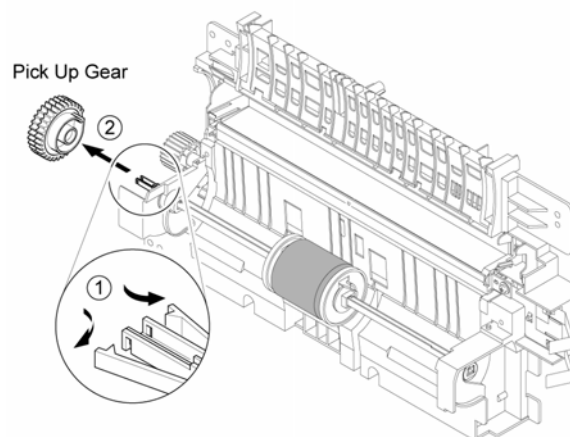

Рисунок 3
7. Освободите шестерню подхвата и снимите ее, рисунок 3.